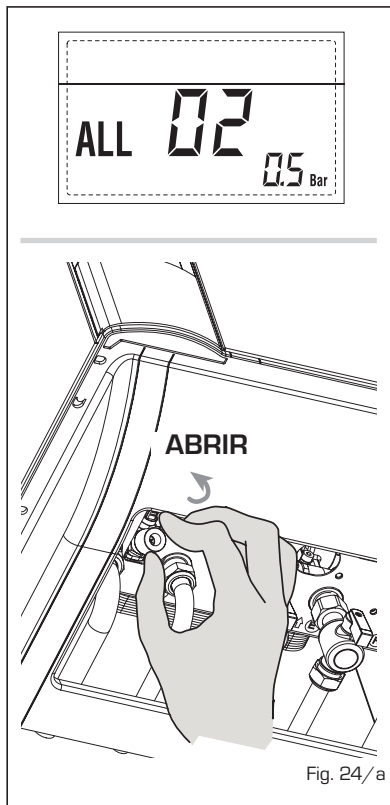

Fig. 24/a
**- ANOMALÍA ALTA PRESIÓN AGUA "ALL 03" (fig. 24/b)**